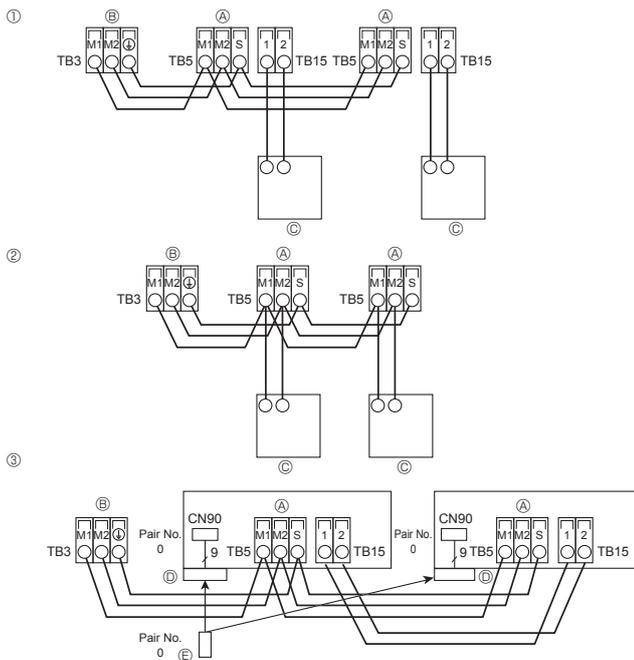

Fig. 5-3
5.4. Подсоединение пульта дистанционного управления, кабелей передачи внутри и снаружи (Fig. 5-3)
- ① Пульт дистанционного управления "МА"
- ② Пульт дистанционного управления "M-NET"